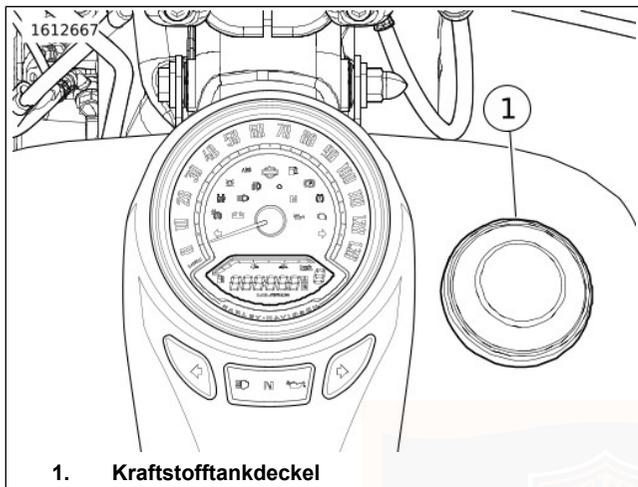

Abbildung 7. Kraftstofftank
Siehe Abbildung 7. Den Kraftstofftankdeckel (1) zum Entfernen gegen den Uhrzeigersinn drehen. Der Deckel wird um ca. eine 3/4-Umdrehung gedreht, bevor er sich löst.